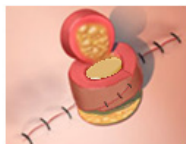

Figura 4
17. Coloque el cilindro de forma que esté en contacto con la base del lugar donante y tenga un buen contacto con el pedículo (riego sanguíneo). Envuelva el cilindro con el colgajo de manera que haya contacto total entre el cilindro y el colgajo de tejido vascularizado, sin dejar ningún espacio entre ellos. Suture el colgajo en posición utilizando sutura no reabsorbible o de reabsorción lenta, como se muestra en la figura 4.